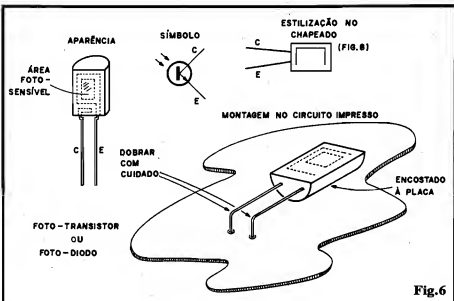

Fig. 6
- FIG. 6 - DETALHES SOBRE O FOTO-SENSOR INFRA-VERMELHO - Também esse componente (importante, na montagem do BIVEP-R) está devidamente "dissecado" na figura, que enfatiza a aparência, pinagem, símbolo, estilização adotada no respectivo chapeado, e até a forma "física" de dispô-lo sobre a placa, de modo que sua área sensível fi-